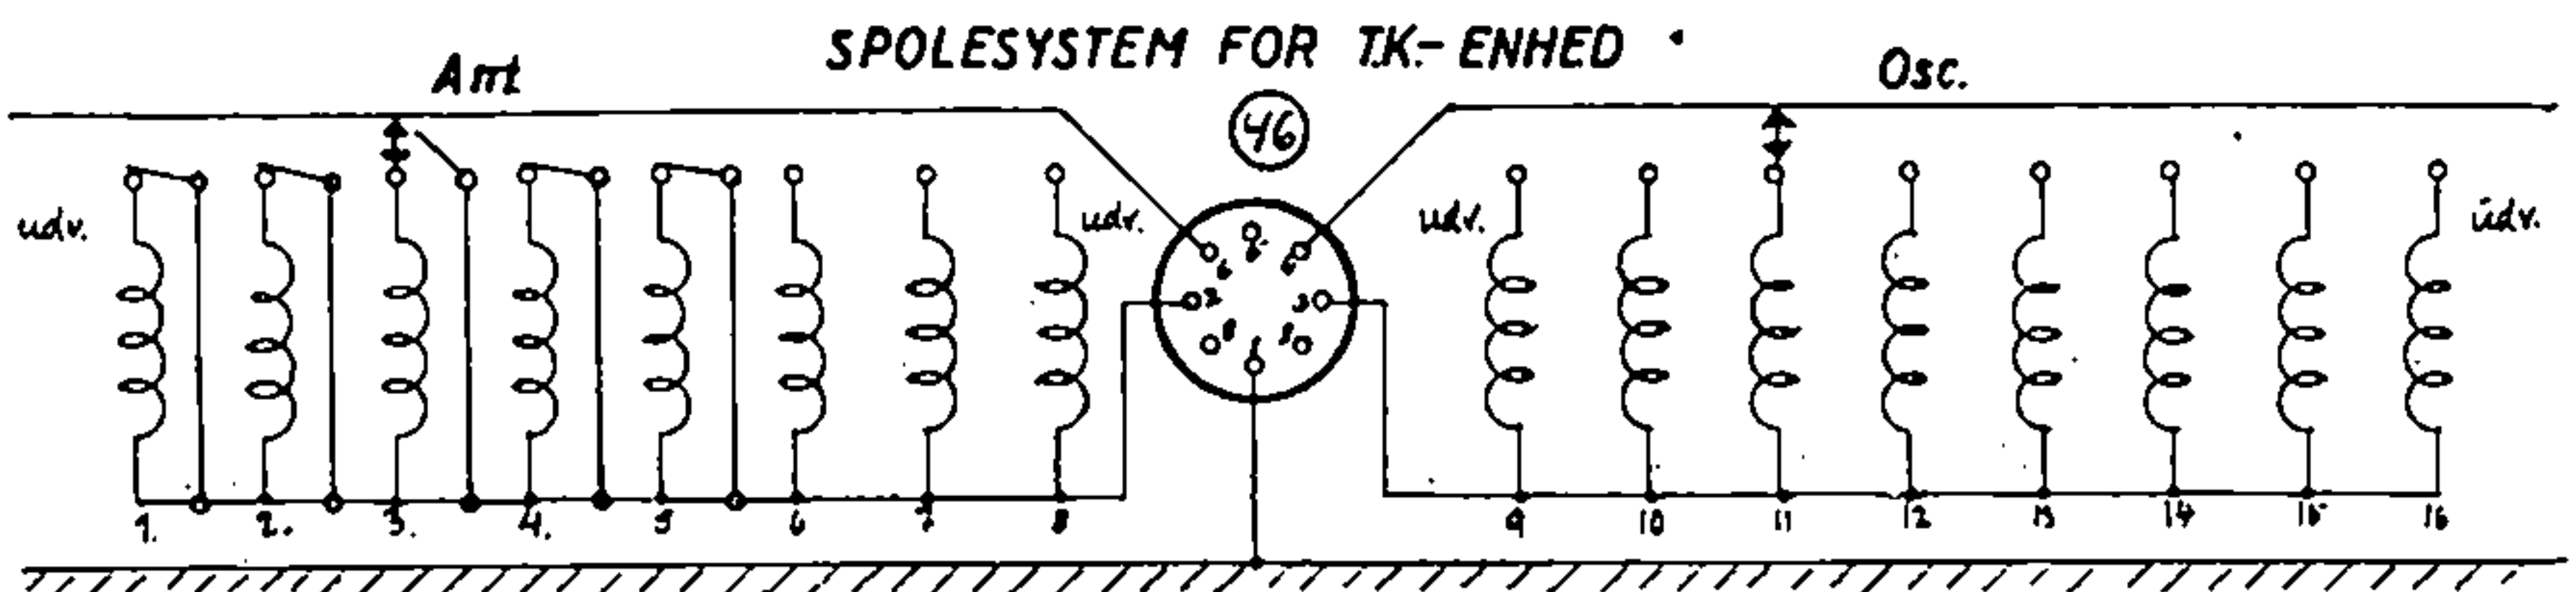

Fig. 7
Fig. 7 viser Diagram af Spolesystemet for T.K.-Enheden og Forbindelserne med Stikproppen (46). Kortslutningskontakterne paa Forkredssiden skal kortslutte de Spoler, der ikke benyttes, og saaledes forhindre, at disse danner Bølgefælde og virker dæmpende paa den benyttede Spole. Det samme er opnaaet ved Hjælp af en lille, traadviklet Kondensator forbundet parallelt over Spolerne (findes i den første Serie Modtagere).
- A. Forsøvede Kontaktskinner forbundet med Kontaktbenene 4 og 6 paa Stikproppen (Fig. 7).
- B. Fællesskinne forbundet med Kontaktben 3 og 7 (Fig. 7).